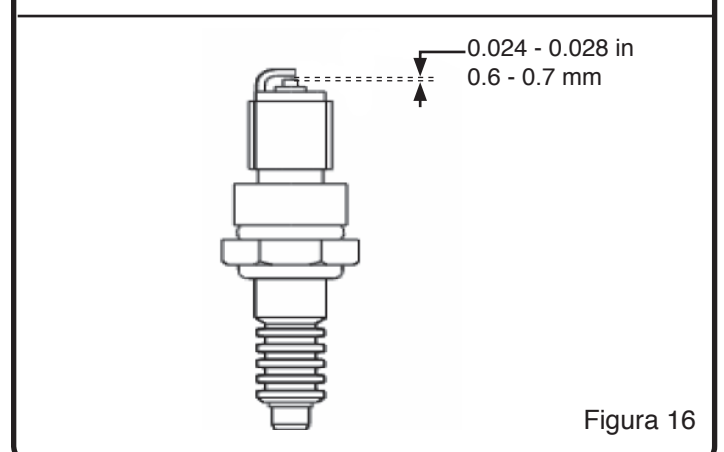

Figura 16
5. Verificar que el salto de chispa de la bujía sea de 0.6 a 0.7 mm (0.024 a 0.028 pulgadas). (Véase la Figura 16)